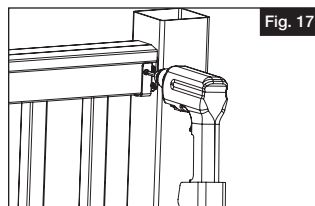

Fig. 17
- b. Au moyen d'un foret de $\frac{5}{32}$ po (4 mm), percer des avant-trous dans la main courante aux deux emplacements sur le support métallique. Enfoncer des vis no 10 x 1 po (25 mm) dans les avant-trous de chacun des supports métalliques (Fig. 17).